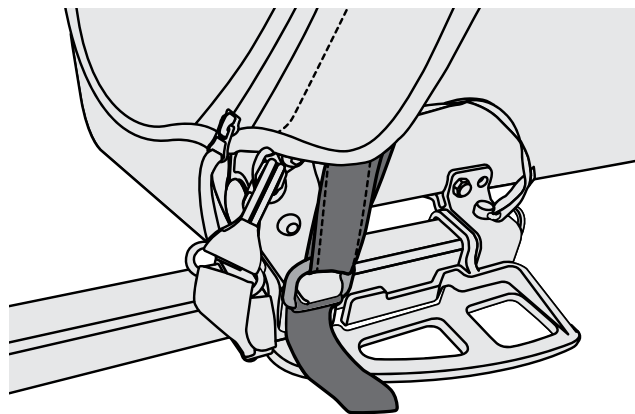

Figura 20
1. Deslice las anillas en D de la cubierta sobre las esquinas con gancho de los receptores de la barra de remolque (Figura 20).